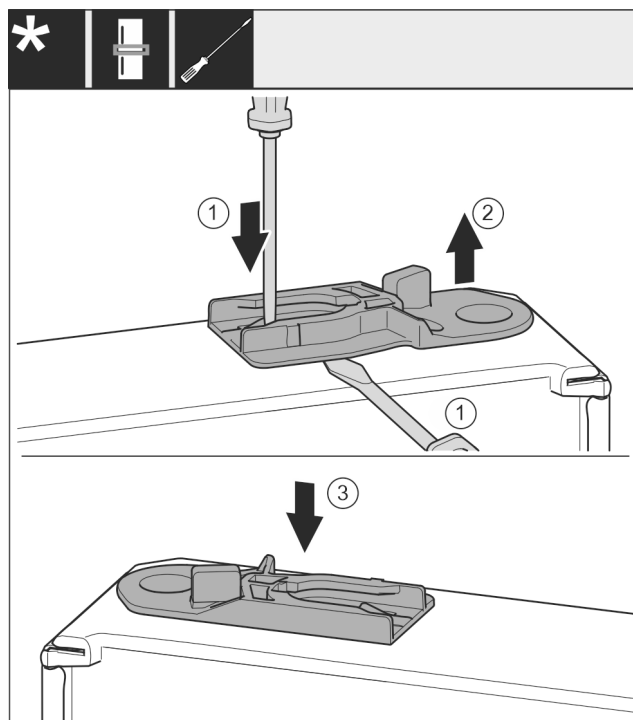

Fig. 48 *
- Izvlecite vodilno pušo: Pritisnite spono Fig. 48 (1) s ploščatim izvijačem in jo s ploščatim izvijačem hkrati potisnite pod vodilno pušo Fig. 48 (2).*
- Vstavite vodilno pušo Fig. 48 (3), ki je del obsega dobave, na drugi strani ohišja.*